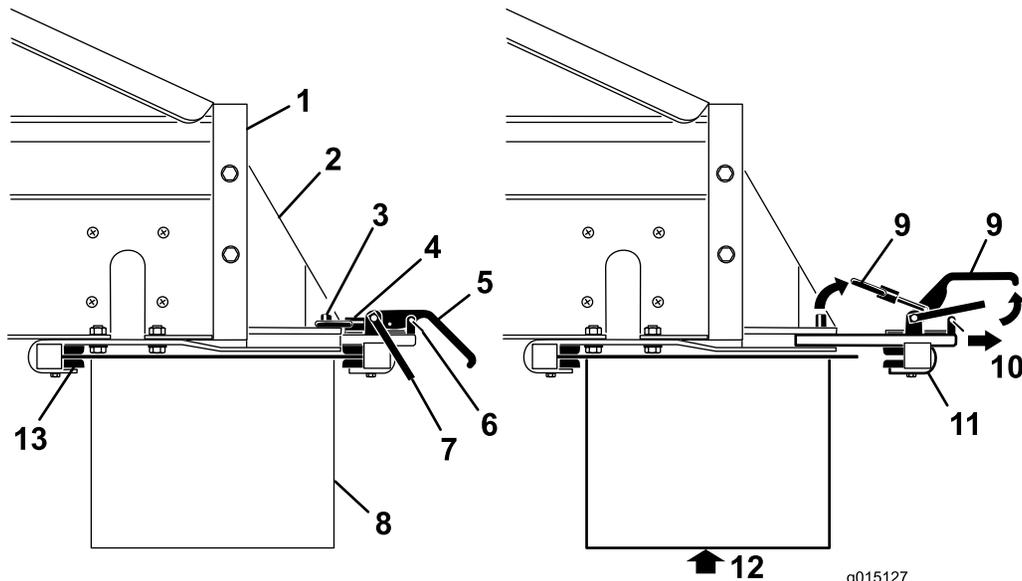

Рисунок 15
1. Снимите зажимы предохранительных защелок с рукояток хомутов (Рисунок 15).
2. Поднимите предохранительную защелку, затем поднимите рукоятки хомутов дополнительного навесного орудия и освободите стопорные кольца от стопорных штифтов (Рисунок 15).
3. Выведите задний узел хомута дополнительного навесного орудия из пазов быстрого подсоединения (Рисунок 15).
вверх и под заднюю часть машины в передние хомуты на кронштейнах (Рисунок 15).
5. Поддерживая дополнительное навесное орудие, сдвиньте узел заднего хомута дополнительного навесного орудия назад в пазы кронштейнов и поверх задней кромки (Рисунок 15).
7. Установите зажимы предохранительных защелок на рукоятки хомутов (Рисунок 15).